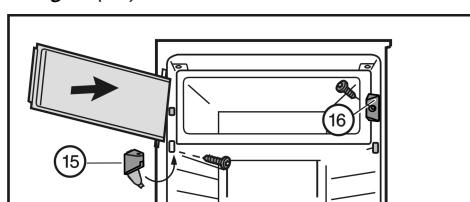

Fig. 8
- Установите запирающий элемент Fig. 8 (16).
- Установите опорный кронштейн Fig. 8 (15) и закройте крышку.